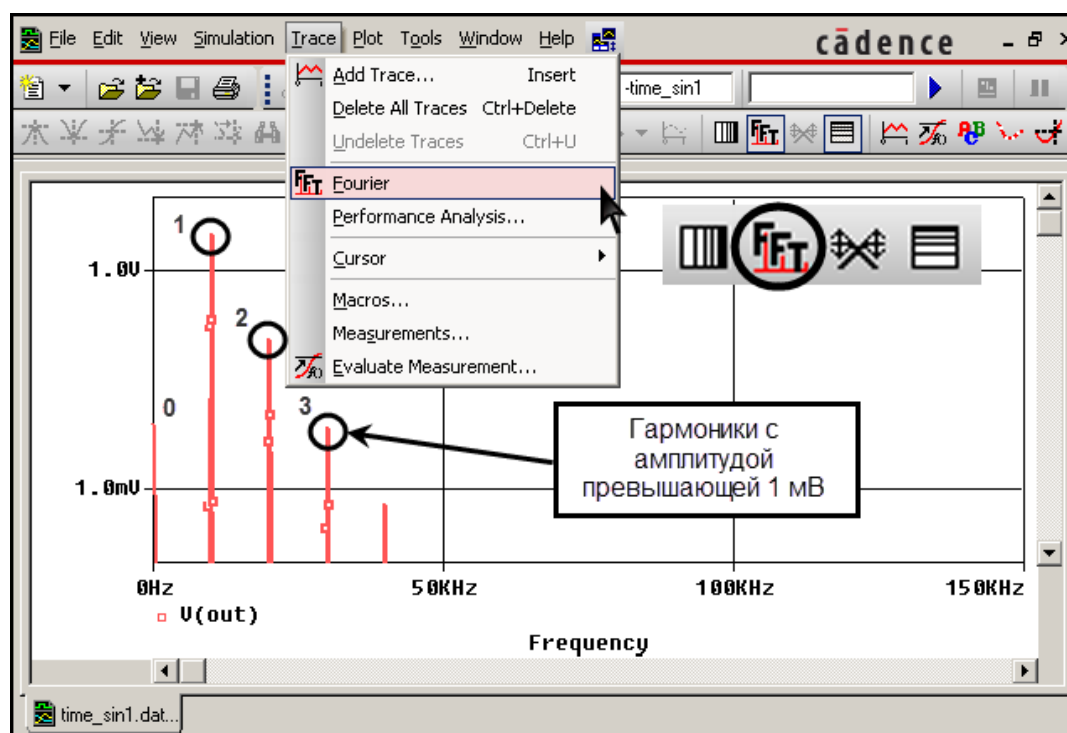

Рис. 73. Преобразование Фурье в PSpice A/D
52. Выполнить преобразование Фурье. Команда **Trace>Fourier** или соответствующая кнопка на панели инструментов (рис. 73).6
53. Установить для оси Y логарифмический масштаб и отмасштабировать ось так, чтобы нижняя граница была равна 100 мкВ (рис. 73). Если необходимо, отмасштабировать ось X.